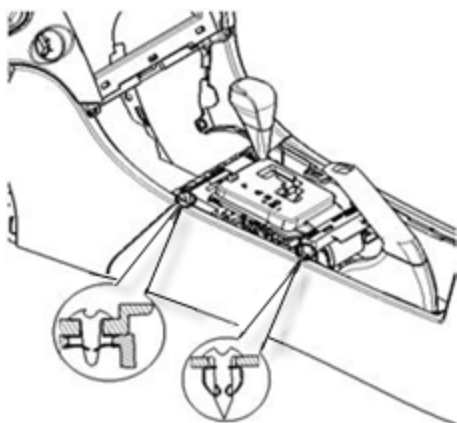

图 1-2-2-10 副仪表板本体总成拆卸步骤 3
④关上扶手盖，慢慢将副仪表板本体总成向车后方向移动适当距离，使副仪表板前端与仪表板配合处松开；随后用手拖住副仪表板本体，将本体后部慢慢向上抬起，与地板成一定适当角度；同时将整个本体缓缓向上抬高，通过换挡机构和手刹，将本体取下。如图 1-2-2-11 所示。